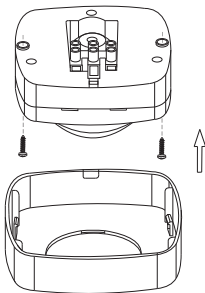

Рисунок 24 – Монтаж ДД 022, ДД 023
4.2.2 Монтаж ДД 013 (рисунок 21), ДД 040 (рисунок 24):